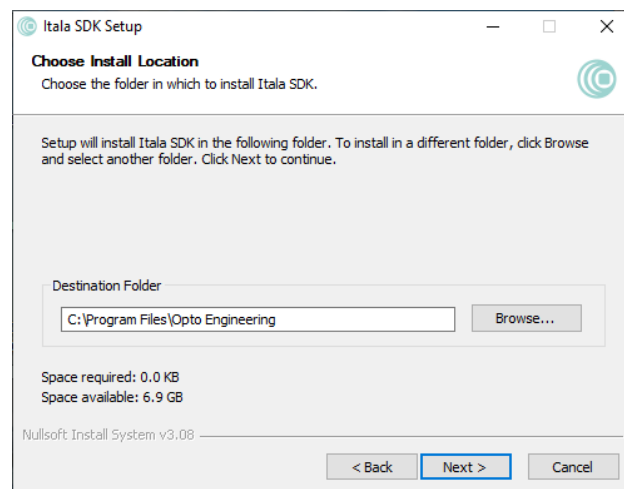

Figure 10: Itala SDK finestra della cartella di destinazione.
4. Scegliere la cartella di destinazione (Fig. 10).